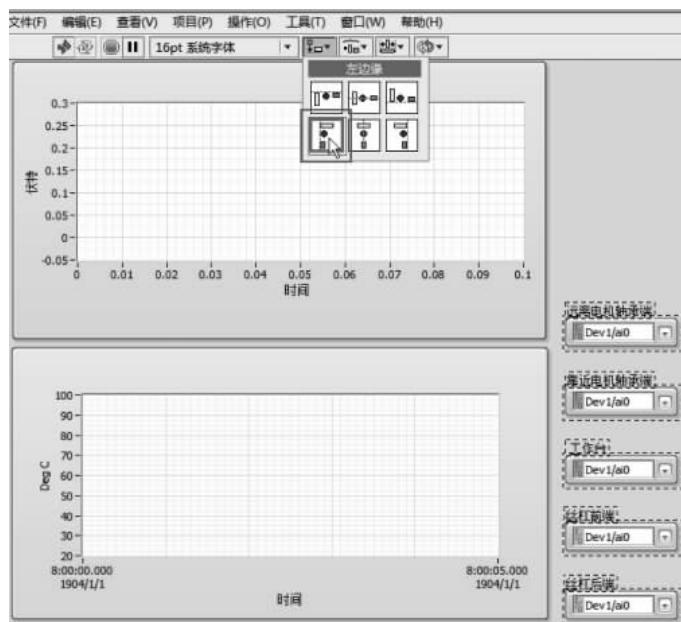

图 3-35 控件左对齐
(1) 左对齐。单击工具栏中的“对齐对象”→“左边缘”图标,如图 3-35 所示。